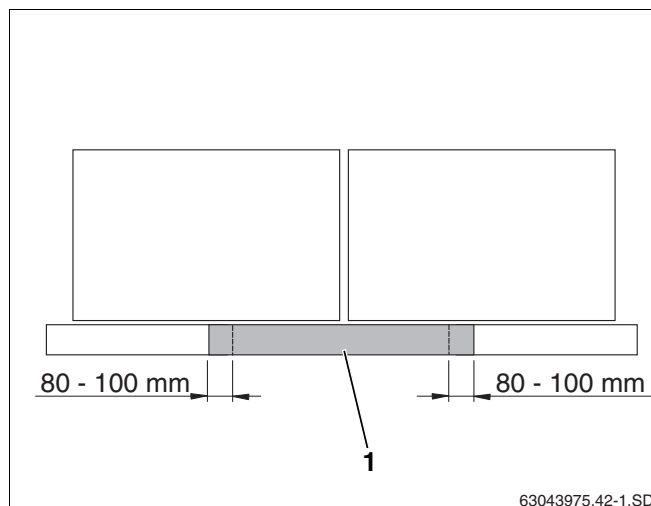

Fig. 46 Posicionamento da chapa de cobertura central no caso de colectores horizontais
No caso de colectores horizontais são necessárias chapas de cobertura centrais inferiores (fig. 46, **item 1**). Já no caso de dois colectores. Estas devem estar sobrepostas 80–100 mm.